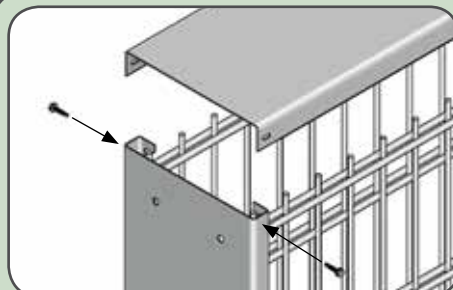

Abb. 7
- Fixieren Sie das Abdeckblech mit jeweils zwei Blechschrauben an den Seitenblechen (**Abb. 7 + 8**)